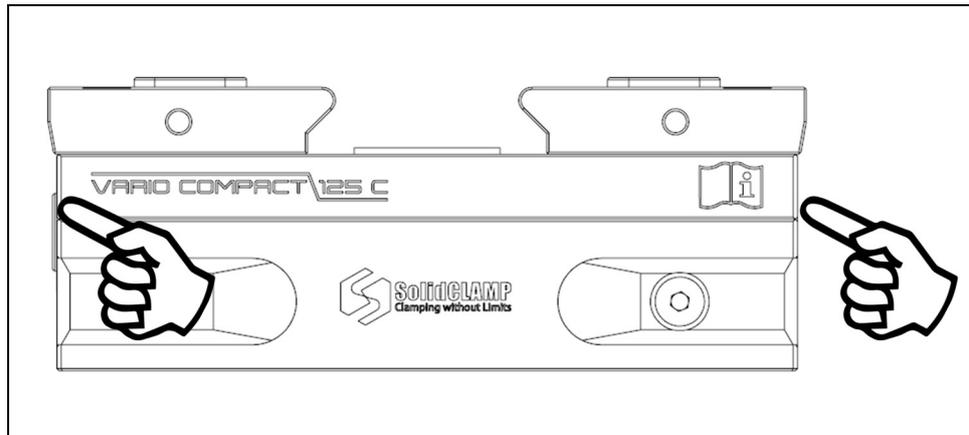

Abb. 14 Überprüfung der Bündigkeit der Schieber bei der Montage
- Für die Drehung der Antriebsspindel einen ausreichend langen SW4-Schlüssel hinzuziehen. ACHTUNG: Die Schieber dürfen ggf. nicht gleichzeitig in das Gewinde eingreifen, da sonst eine Außermittigkeit entsteht. Eine Überprüfung kann visuell erfolgen, wenn die Schieber bündig mit dem Grundkörper sind (s. Abb. 14). Die Komponenten dürfen nur in gereinigtem Zustand verbaut werden.